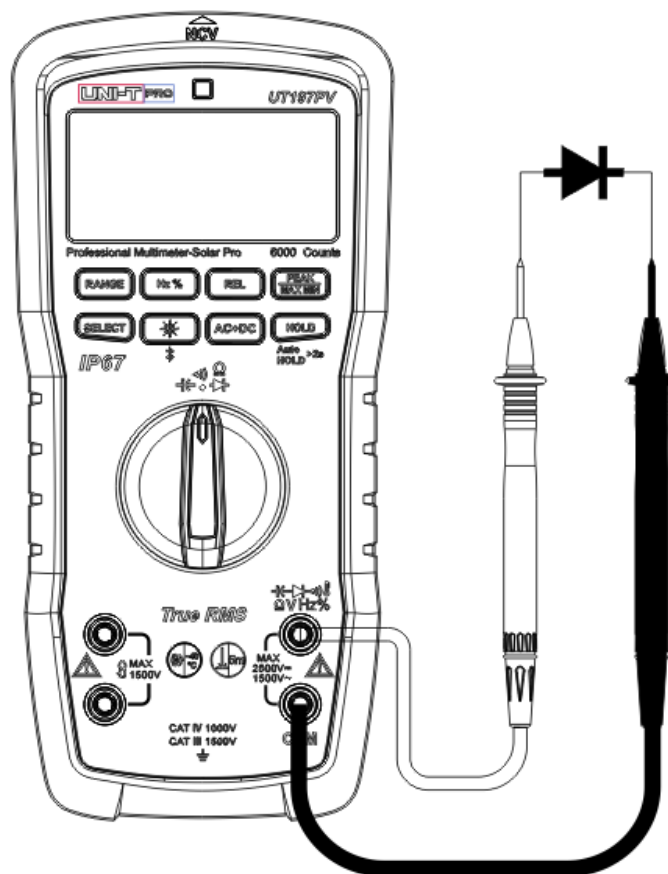

Figura 11
8. Misura del diodo (Figura 11)